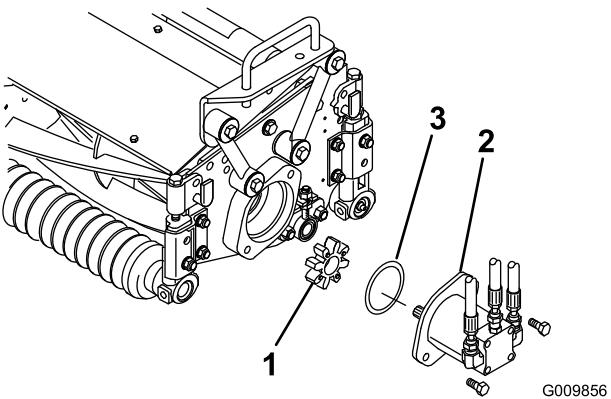

Figura 8
2. Retire la tapa del alojamiento del cojinete (Figura 4) del extremo interior de la unidad de corte derecha. Instale la tapa y la junta (suministradas con la unidad de corte) en el extremo exterior. Localice la corona de enganche (Figura 8) que se suministra dentro del alojamiento del cojinete.
3. Inserte la junta tórica (suministrada con la unidad de corte) sobre la brida del motor de transmisión (Figura 8).
4. Monte el motor y la corona de enganche en el extremo de la transmisión de la unidad de corte y fíjelos con los 2 pernos suministrados con la unidad de corte (Figura 8).